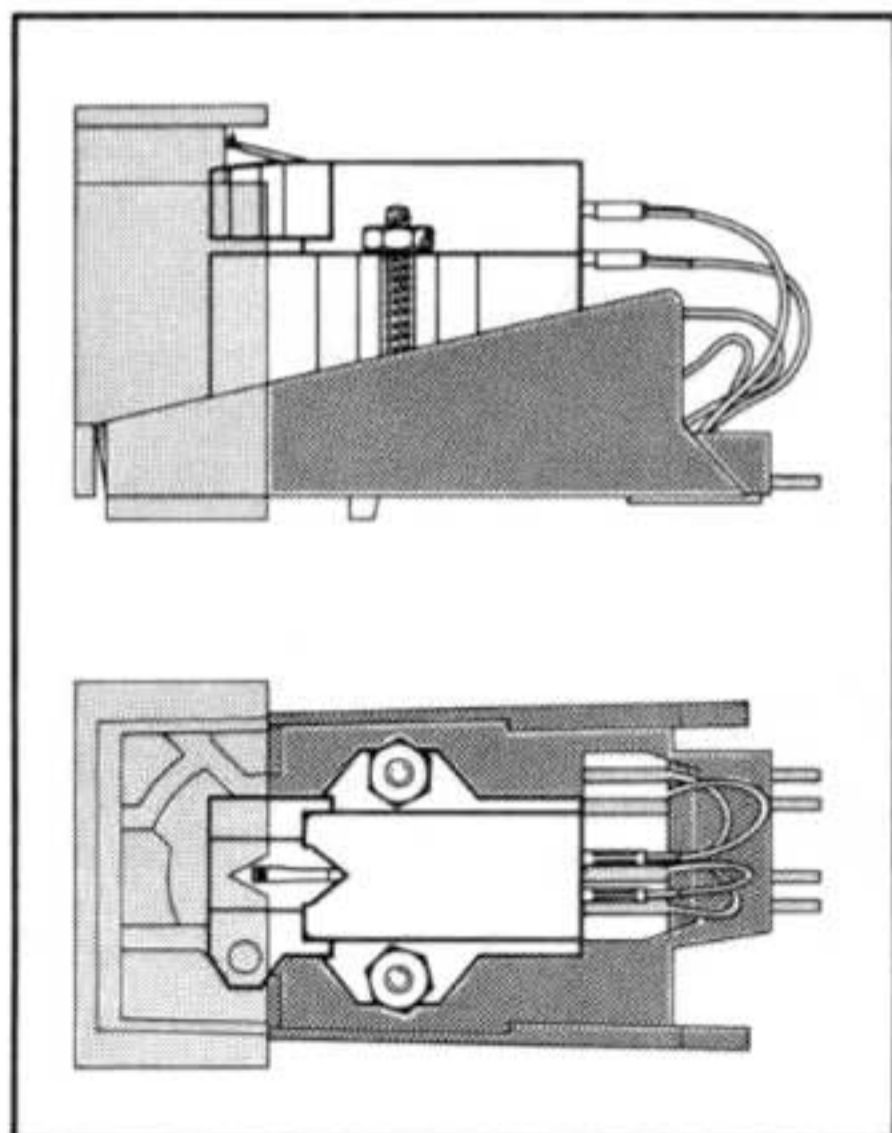

Fig. 12
2. Monte Vd. la cápsula valiéndose de los accesorios adjuntos al cabezal Dual TK 14 y a la cápsula, tomando por base la regla para cápsulas indicada en el portacápsulas. Tenga sumo cuidado en que la cápsula se encuentre en el lugar geométrico correcto del portacápsulas, (fig. 12).